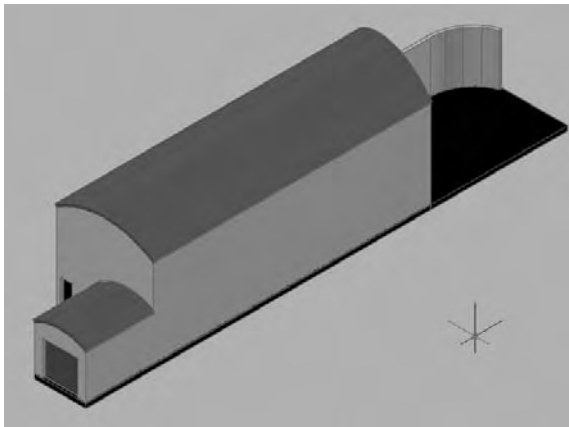

Fig.20.21
- 15 Effectuez la même procédure pour la toiture du garage (fig.20.21).